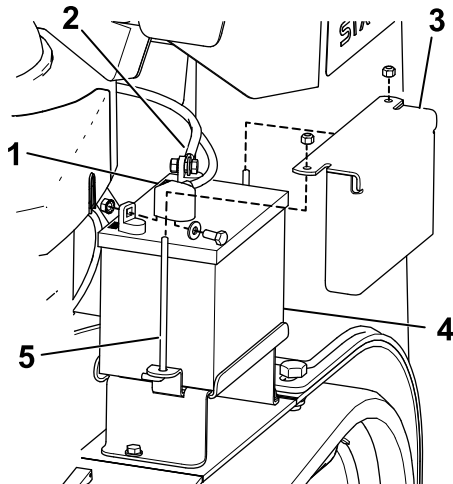

Figura 41
3. Levante la cubierta de goma negra del cable negativo. Desconecte el cable negativo del borne negativo (-) de la batería (Figura 41).
4. Retire la cubierta de goma roja del borne positivo (rojo) de la batería. Luego retire el cable positivo (rojo) de la batería (Figura 41).
5. Retire la pletina de sujeción, los pernos en J y las contratueras que sujetan la batería (Figura 41), y retire ésta.
1. Usando las fijaciones que retiró anteriormente, conecte el cable positivo (rojo) al borne positivo (+) de la batería (Figura 41).
3. Usando las fijaciones que retiró anteriormente, conecte el cable negativo (negro) al borne negativo (-) de la batería (Figura 41).
4. Sujete la batería con la barra y las tuercas de orejeta (Figura 41).